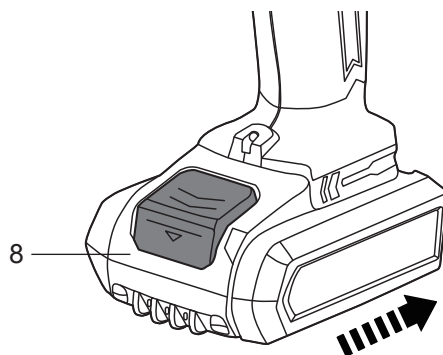

Fig. 5
- > Pentru a atașa acumulatorul la produs, aliniați pachetul de acumuloare (8) cu sloturile de glisare ale portului de andocare a acumulatorului și glisați pachetul de acumuloare în interior (fig. 5).